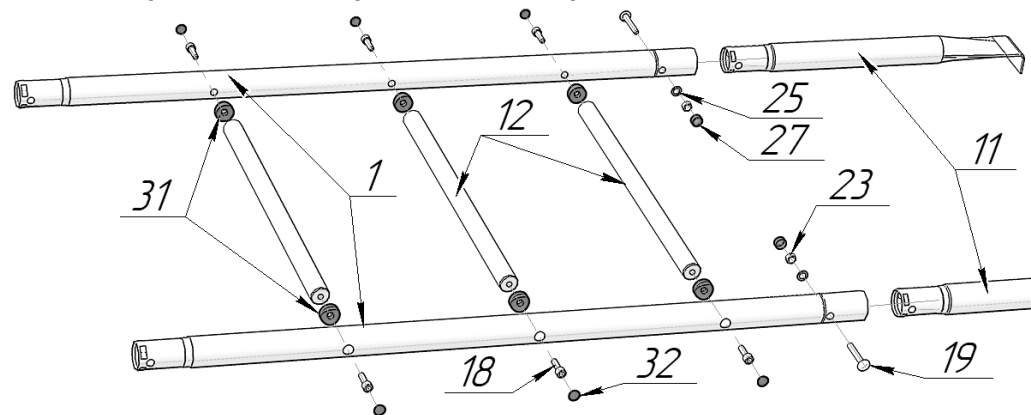

Рис.2 – Сборка лестницы.
**6.1. Сборка лестницы представлена на рис. 2.**